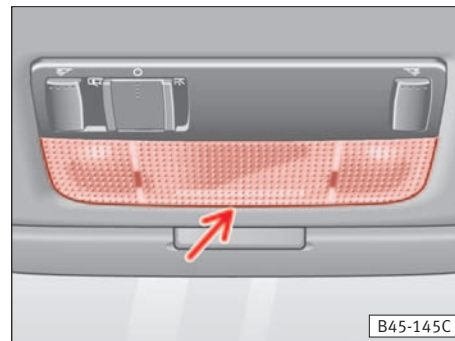

Fig. 160
- Retirar o vidro. Para isto, encastrar a cabeça plana do desaparafusador entre a carcaça e o cristal (flecha ⇒ fig. 160) e retirar o cristal com muito cuidado, com movimento de alavanca para evitar possíveis danos.